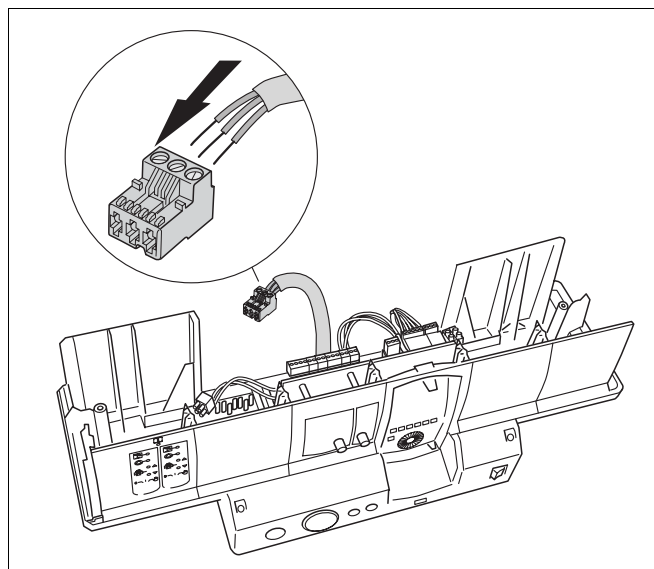

Fig. 6 Pose de câble
- Dénudez les conducteurs et raccordez-les aux bornes correspondantes de manière conforme (fig. 6).